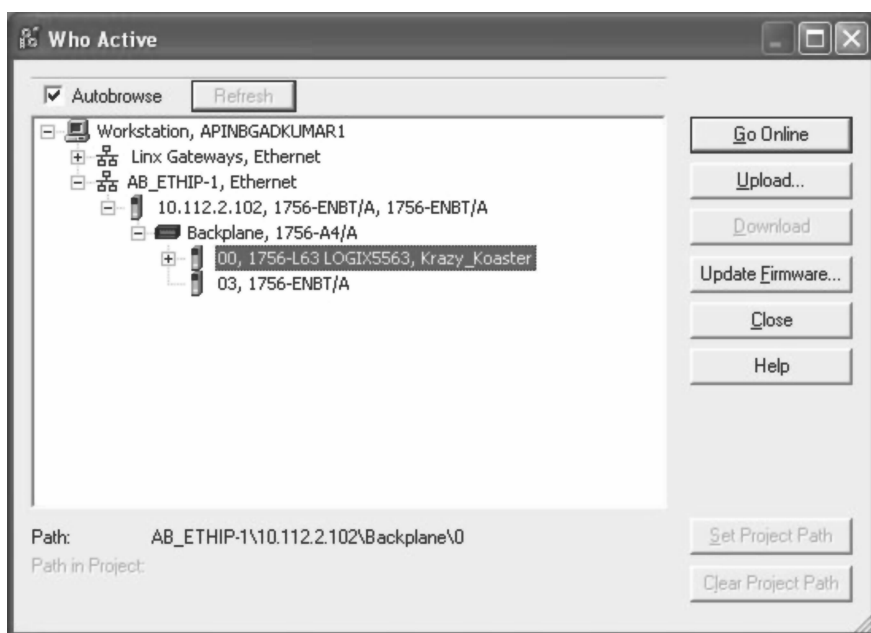

图 4-3 在线节点列表
3. 通过单击“+”展开视图，直到显示如图 4-3 所示界面。